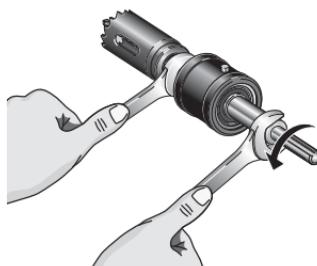

Figura 17 – Reemplazo del mandril hexagonal
- Con una llave de  $\frac{3}{8}$ " (16 mm), afloje el eje hexagonal y extrágalo. Vea la Figura 17.